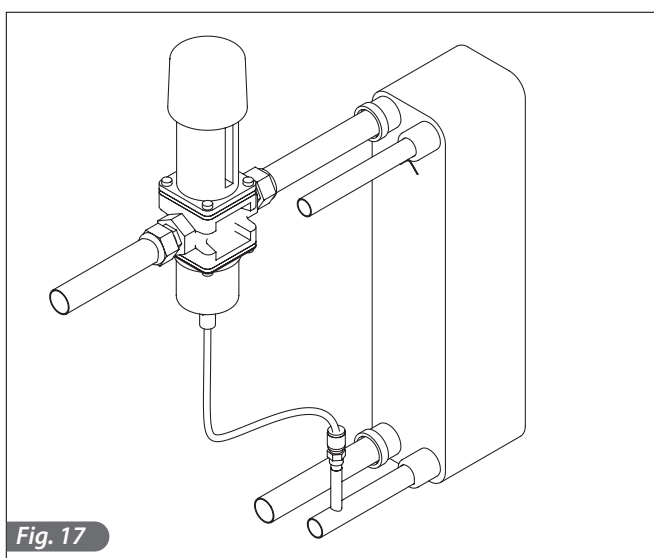

Fig. 17
- En el momento del ensayo (agua de red), con la máquina parada y la red de agua preparada, controle que el tubo de desagüe del condensador no deje salir agua; en caso contrario, regule la válvula presostática hasta parar completamente el escape (Fig. 17).